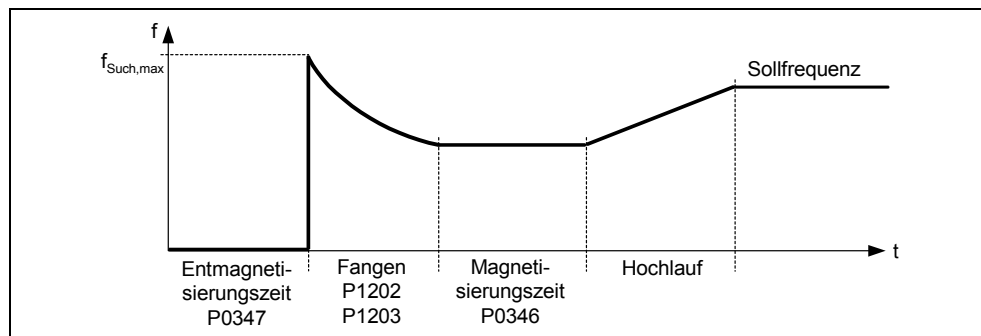

Bild 3-82 Fangen
In Abhängigkeit von Parameter P1200 wird nach Ablauf der Entmagnetisierungszeit P0347 das Fangen mit der maximalen Suchfrequenz $f_{\text{Such,max}}$ gestartet (siehe Bild 3-82).
- U/f-Kennlinie (P1300 < 20): Mit der Suchgeschwindigkeit, die sich aus dem Parameter P1203 berechnet, wird die Suchfrequenz abhängig vom Zwischenkreisstrom vermindert. Dabei wird der parametrierbare Suchstrom P1202 eingeprägt. Befindet sich die Suchfrequenz in der Nähe der Rotorfrequenz, verändert sich der Zwischenkreisstrom plötzlich, da sich der Fluss im Motor aufbaut. Ist dieser Zustand erreicht, wird die Suchfrequenz konstant gehalten und die Ausgangsspannung mit der Magnetisierungszeit P0346 auf den Spannungswert der U/f-Kennlinie verändert (siehe Bild 3-82).